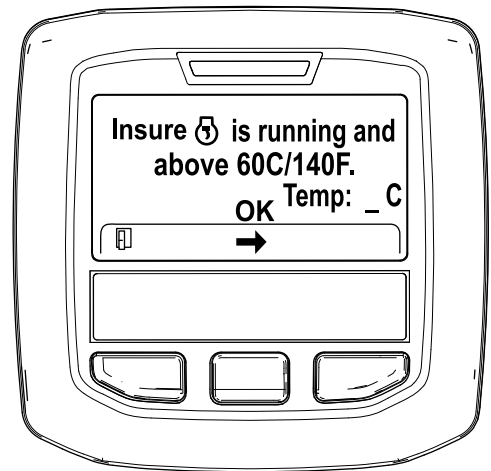

Figura 51
- Si la temperatura del refrigerante se encuentra por debajo de 60 °C (140 °F) aparece el mensaje "Insure  is running and above 60C/140F" (Asegúrese de que está funcionando y por encima de 60 °C/140 °F). (Figura 51).